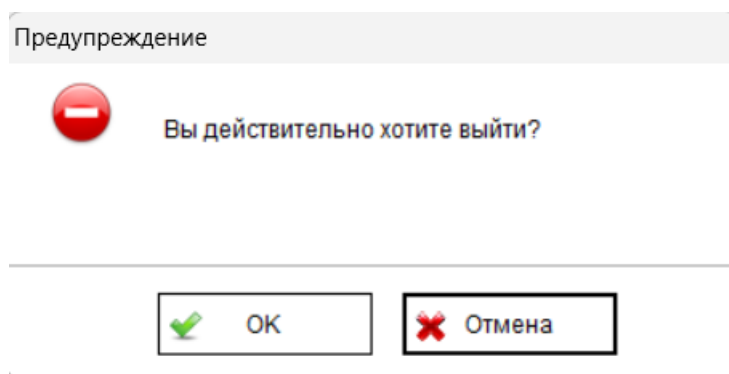

Рисунок 17 - Подтверждение выхода из программы
- Выход. Нажатие закрывает программу после подтверждения, нажав ОК в всплывающем окне (рисунок 17)